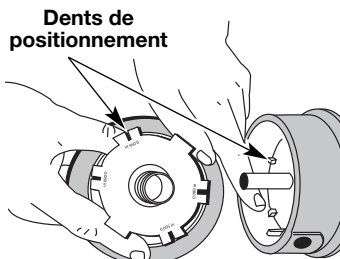

Fig. 33
- Vérifiez l'état d'usure des dents de positionnement sur le moulinet intérieur et la bobine extérieure (Fig. 33). Enlevez les ébarbures ou remplacez le moulinet et la bobine au besoin.